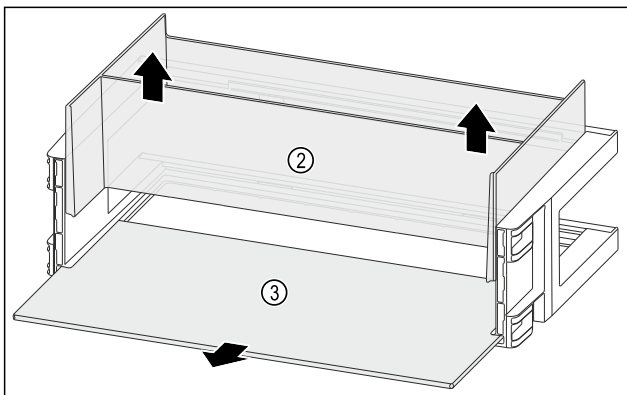

Fig. 115
- Вийміть організатор Fig. 115 (2) рухом вгору.
- Дістаньте полицю Fig. 115 (3).